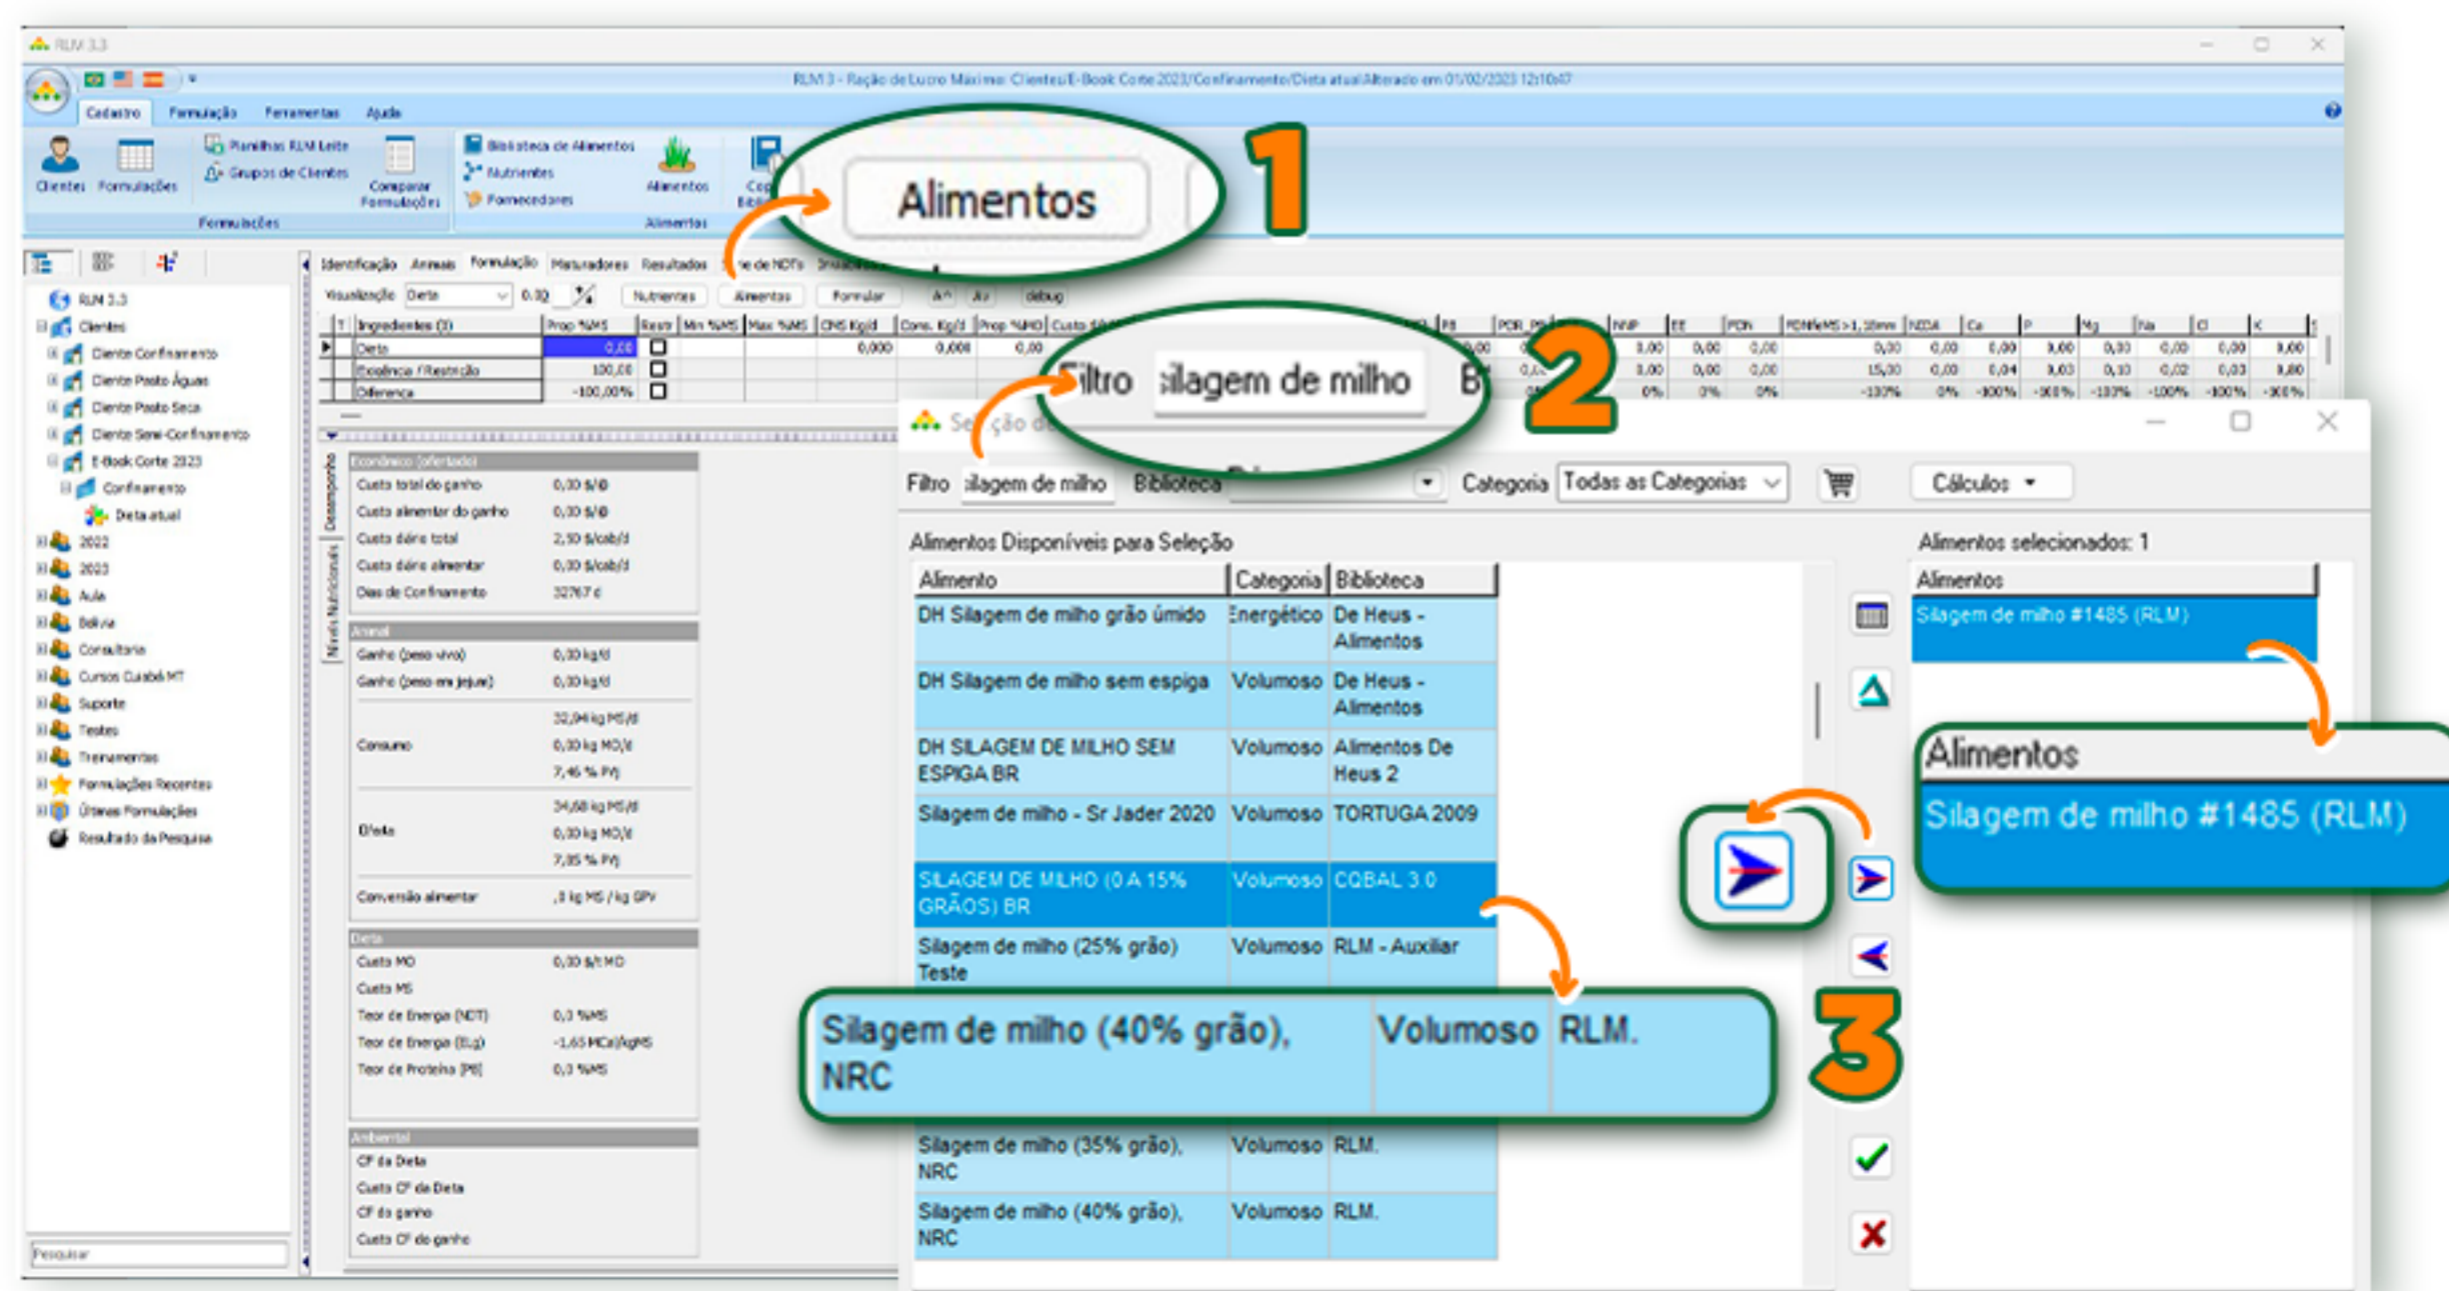

FIGURA 1.9 - SELECIONAR INGREDIENTES
Para adicionar os alimentos na formulação, clique no botão “Alimentos” (1) ao lado de “Nutrientes”, conforme a Figura 1.9. Nesta janela estão listados todos os alimentos de acordo com as categorias: proteico, energético, volumoso, minerais ou aditivos e outros. Utilize o filtro (2) para realizar a busca dos alimentos, enquanto as setas (3) podem colocar ou retirar alimentos da formulação. Note que os alimentos adicionados são contabilizados em “Alimentos Selecionados”. Os ingredientes disponíveis para utilização estão na Tabela 1 e devem ser adicionados à formulação.